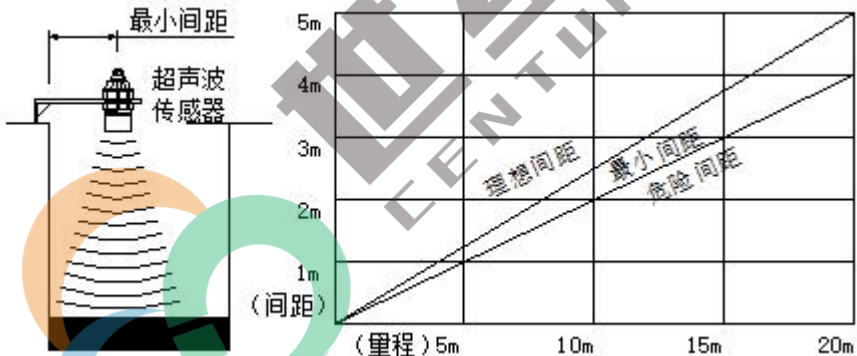

图 3-6
④ 探头的安装应避免其发射的声波通道与容器壁保持理想区域内。如果安装距离小于理想区域下线所规定的距离，则应将探头安装在“最小间距”区域之内。如果距侧壁的安装距离仍“最小间距”线的下方，变送器将有可能不能正确地测量物位，如图 3-6 所示：